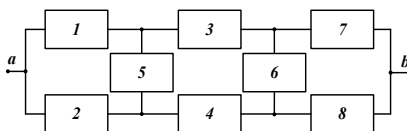

Рис. 8
19. Определить вероятность безотказной работы системы  $P_C(t)$ , структурная схема которой представлена на рис. 8, с помощью метода минимальных путей и сечений. Элементы системы будем считать равнонадежными, т.е.  $p_1=p_2=\dots=p_8=0,9$ .
20. Определить вероятность безотказной работы системы  $P_C(t)$ , структурная схема которой представлена на рис. 8, с помощью логико-вероятностного метода. Элементы системы будем считать равнонадежными, т.е.  $p_1=p_2=\dots=p_8=0,9$ .